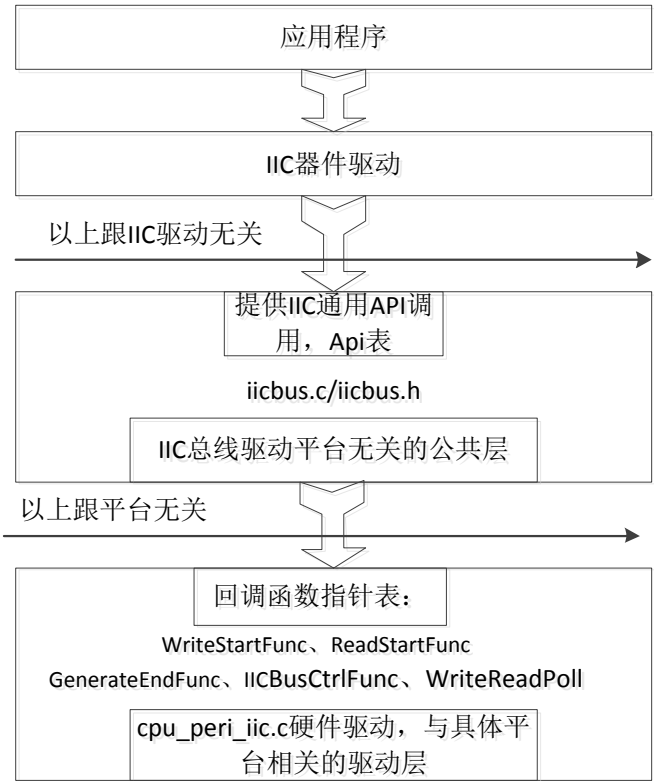

图 4-1 IICBus 总线驱动架构
IICBus 是 DjyBus 模块的一个子模块，其结构如图 4-1所示，它为 IIC 器件提供标准的、一致的应用程序编程接口，并且规范了硬件驱动接口。驱动接口分为总线控制器接口和 IIC 器件接口两部分，驱动的重点是总线控制器，而器件接口实际上就是配置一下该器件的物理参数。
- 2、实现图 4-1中的 5 个回调函数（哪些需要实现，参考后续章节）。